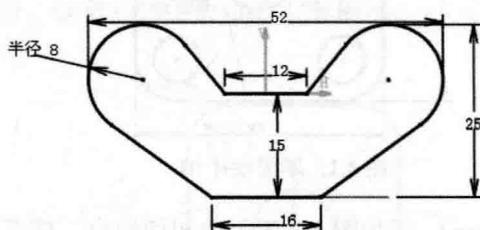

图 3.8 添加半径约束
Step8. 添加图 3.8 所示的半径约束。选择下拉菜单 **插入** → **约束** → **约束创建** → **约束** 命令；标注图中的半径尺寸。